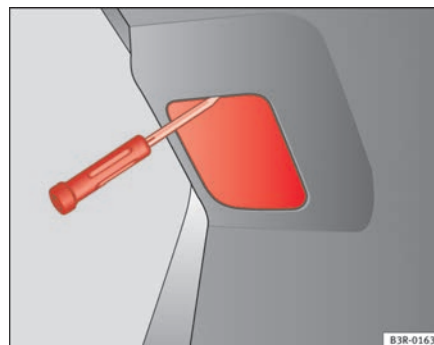

Fig. 215 Retirar la cubierta del portón del maletero
- Introduzca el destornillador desde arriba por la ranura ⇒ página 280, fig. 215 y extraiga la cubierta haciendo palanca.